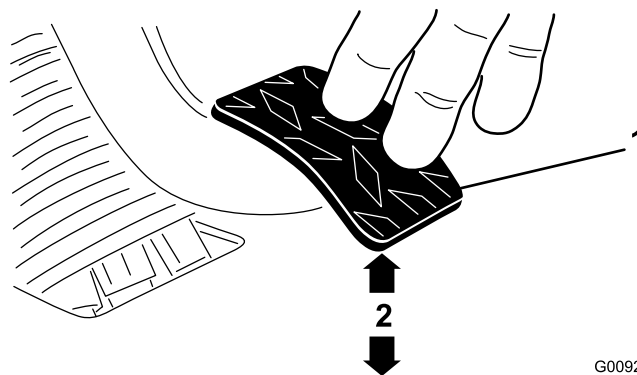

Figure 70
3. Ajustez les écrous de blocage ou la rotule jusqu'à ce que le bord inférieur arrière de la pédale d'embrayage soit à $9,5 \pm 3$ cm du haut du plancher quadrillé quand une force de 1,8 kg est appliquée sur la pédale (Figure 70).